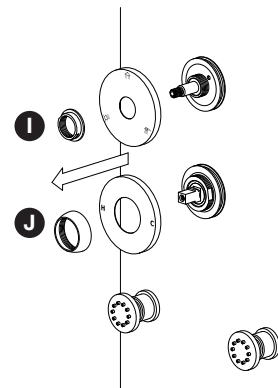

Fig.5
3. Mediante una llave plana N°23 desenrosque la tuerca I, a continuación, sin necesidad de utilizar otro tipo de herramienta, desenrosque el cubre cartuchos J (ver Fig.5). Extraiga las campanas.